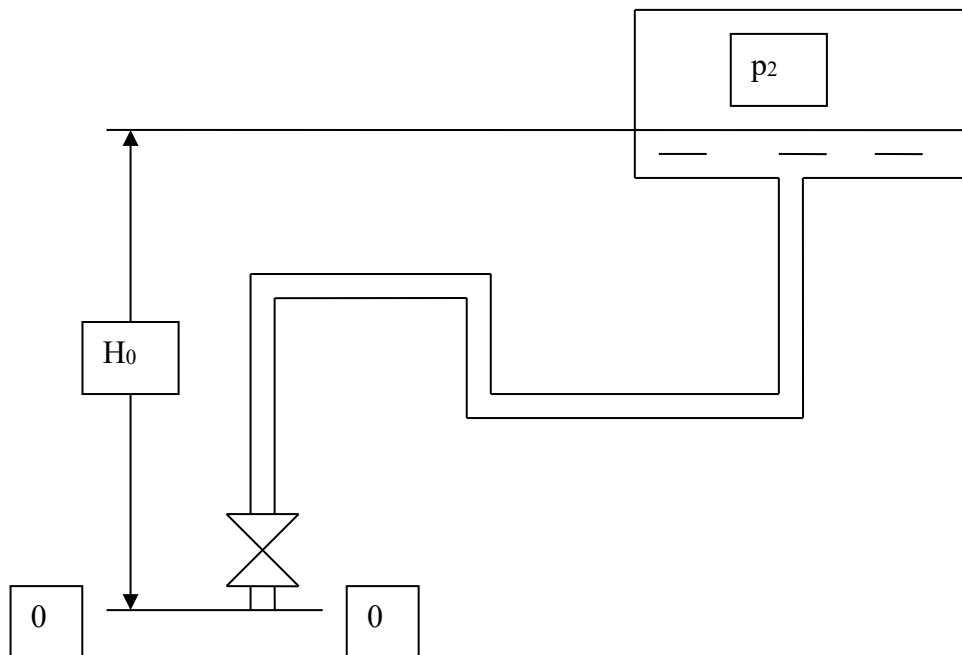

Рис. 12
**Задача 13.** Определить потребный напор, который необходимо создать в сечении 0 – 0 для подачи в бак воды с вязкостью  $\nu = 0,008$  Ст, если длина трубопровода  $L = 80$  м, его диаметр  $d = 50$  мм, расход жидкости  $Q = 15$  л/с, высота  $H_0 = 30$  м, давление в баке  $P_2 = 0,2$  МПа. Коэффициент сопротивления крана  $\zeta_1 = 5$ , колена  $\zeta_2 = 0,8$ , шероховатость трубы  $\Delta = 0,04$  мм. Рис. 12.